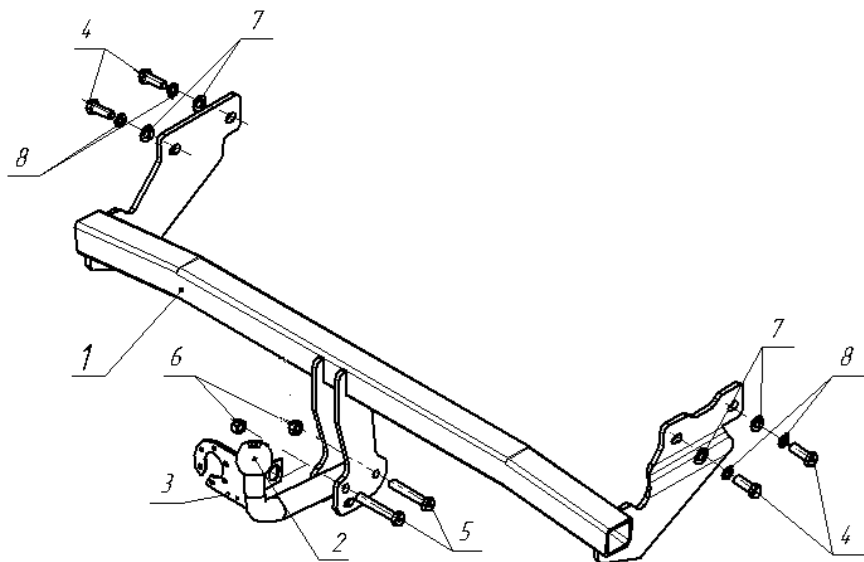

Рис.1.
- Установить ТСУ (рис.1) на автомобиль, используя крепежные элементы (поз.4,7,8,);